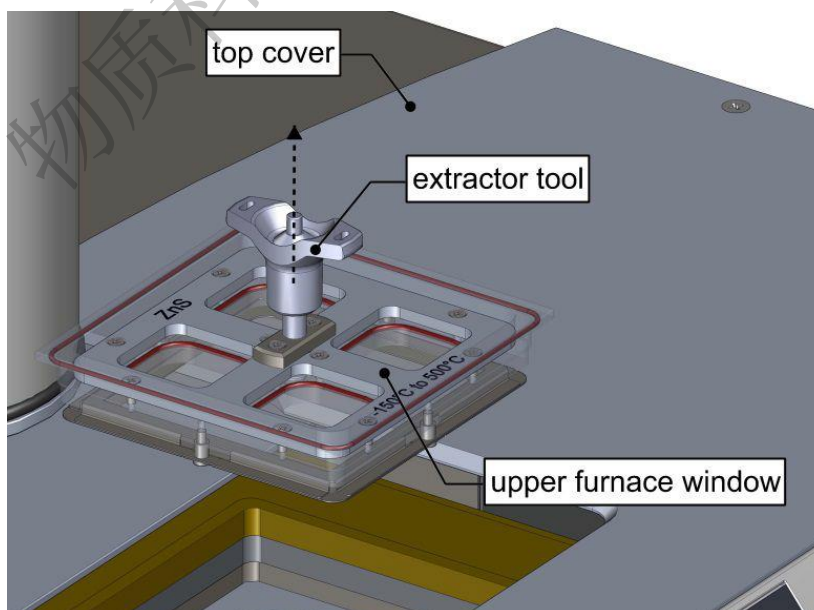

图 6-6
(6) 按下提取器上方的按钮，将提取器完全插入炉体上窗口的孔内，松开按钮，垂直向上用力，将上窗口取出，如图6-6所示，将其放置在顶盖（防滑板）上以防摔坏或其它损伤。